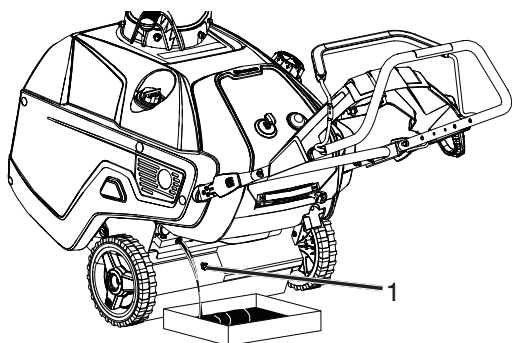

Figure 22
4. Placer un contenant sous le bouchon de vidange d'huile, retirer le bouchon de vidange d'huile, puis basculer la souffleuse à neige vers l'arrière et laisser l'huile usée s'écouler dans le carter de vidange d'huile (Figure 22).